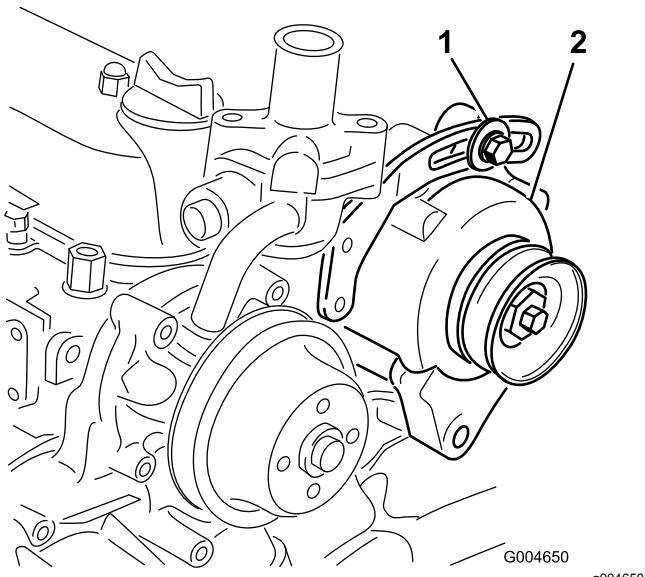

Рисунок 38
- Если прогиб не равен 10 мм, ослабьте болты крепления генератора (Рисунок 38).